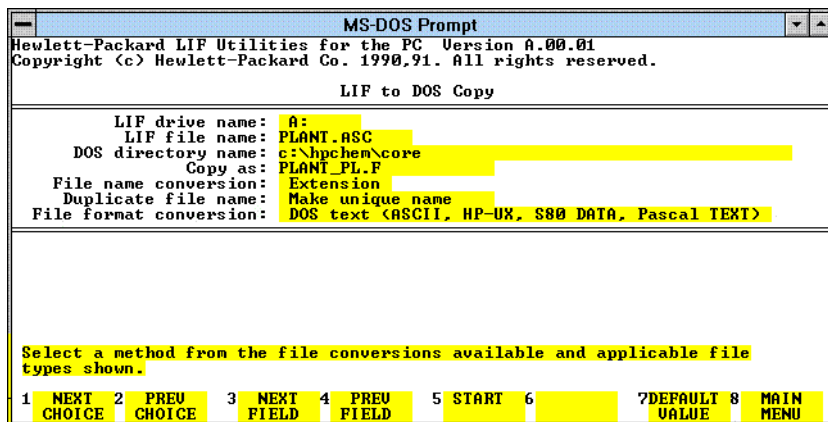

图 27 设置用 LIF 将 .PLF 文件从 Pascal 拷贝到 DOS
- 2 进入 LIF 程序，从主菜单上选择 LIF 到 DOS。按第 173 页的图 27 填写屏幕。当光标在 LIF 文件名项下时，按两下 F6 键列出软盘内容。然后用 F4 键选择相应的文件。对于文件格式转换，再用 F1/F2 键切换显示出的选择。在 Copy 栏中，不用更改选定系统的文件名，以后文件将重新命名。